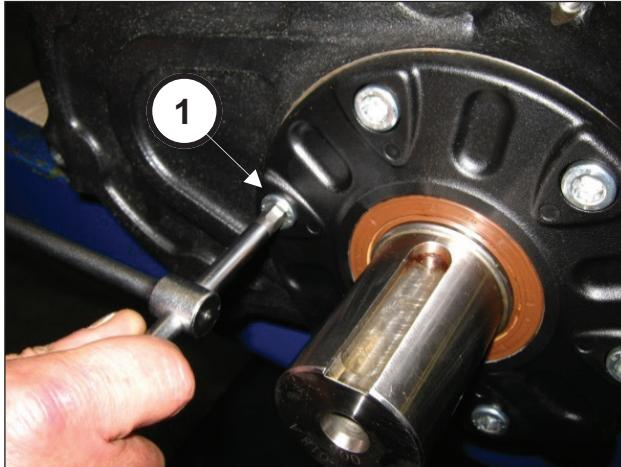

Fig. 4
Svitare le viti di fissaggio del coperchio pignone (pos. ①, Fig. 4) e rimuovere il coperchio (pos. ①, Fig. 5).